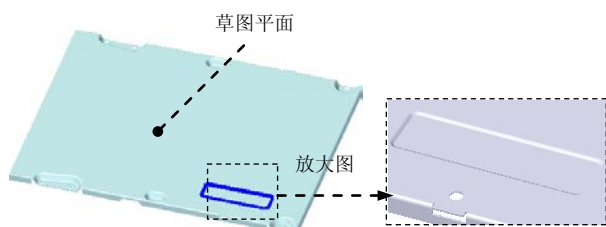
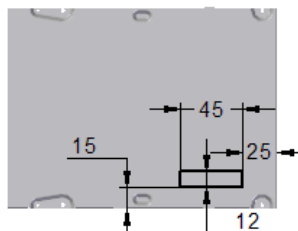
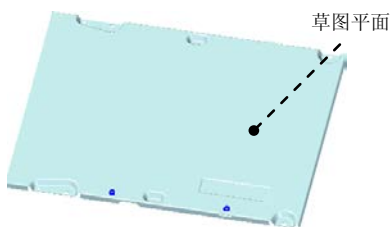

图 8.7.31 凹坑特征 4
图 8.7.32 截面草图
图 8.7.33 法向除料特征 2
(1) 选取要镜像的特征。选取“凹坑 1”、“凹坑 2”、“凹坑 3”及“法向除料 1”为镜像源。
(2) 选择命令。单击“主页”功能选项卡“阵列”工具栏中的 镜像按钮。
(3) 定义镜像平面。选取前视图 (XZ) 平面为镜像平面。
(4) 单击 按钮，完成镜像特征 2 的创建。
Step14. 创建图 8.7.31 所示的凹坑特征 4。
(1) 选择命令。单击“主页”功能选项卡“钣金”工具栏中的“凹坑”按钮 。
(2) 绘制凹坑截面。选取图 8.7.31 所示的模型表面为草图平面，绘制图 8.7.32 所示的凹坑截面草图。
(3) 定义凹坑属性。在命令条中单击 按钮，单击“偏置尺寸”按钮 ，在“距离”文本框中输入值 0.5，按 Enter 键；单击 按钮，在“拔模角 (T)”文本框中输入值 30，在“倒圆”区域选中 ☒ 包括倒圆 (I) 复选框，在“凸模半径”文本框中输入值 0.5；在“凹模半径”文本框中输入值 0.5；并选中 ☒ 包含凸模侧拐角半径 (A) 复选框，在“半径 (R)”文本框中输入值 1.0；单击 按钮，定义其冲压方向朝向材料内部（图 8.7.31）；单击命令条中的“轮廓代表凹模”按钮 。
(4) 单击命令条中的 按钮，完成特征的创建。
Step15. 创建图 8.7.33 所示的法向除料特征 2。
(1) 选择命令。在“主页”功能选项卡“钣金”工具栏中单击 按钮，选择 法向除料命令。
(2) 定义特征的截面草图。
① 选取草图平面。在系统 单击平的面或参考平面。的提示下，选取图 8.7.33 所示的模型表面为草图平面。